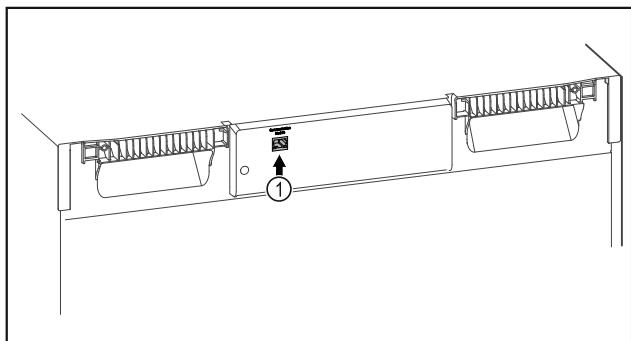

Fig. 142
Moduli SmartModule Fig. 142 (1) është vendosur.